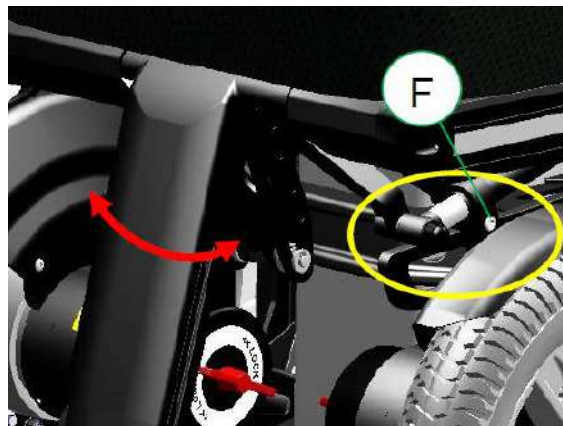

Figura 11-29
- Paso 1: Afloje el tornillo (F) del tubo telescópico del reposapiés con una llave Allen de 5 mm. Ábralo tanto como sea necesario hasta que empiece a moverse. (Figura 11-29)